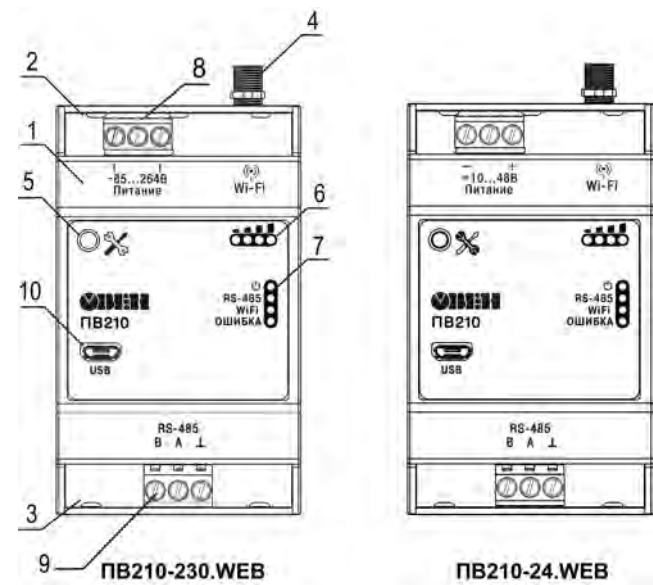

Рисунок 4 – Общий вид прибора
- Закрепить прибор на DIN-рейке или на вертикальной поверхности с помощью винтов (см. Рисунок 4).